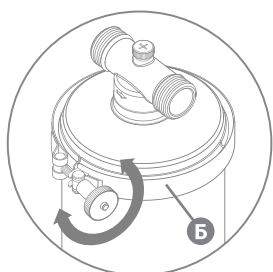

Рис. 4
3. Отверните хомут (Б) (рис. 4) и отсоедините колбу от крышки.